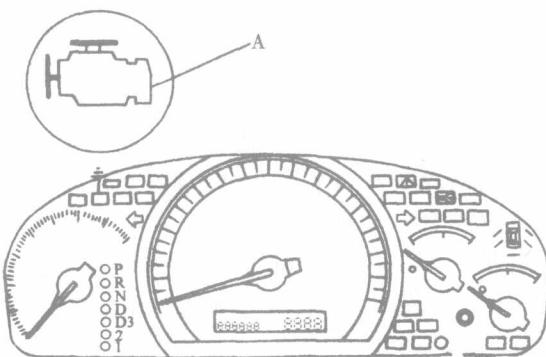

图 1-1 检查 MIL
(1) 如果 MIL(Malfunction Indicator Lamp/故障指示灯)已经点亮, 进行以下步骤:
① 启动发动机, 检查 MIL, 如图 1-1 中 A 所示。